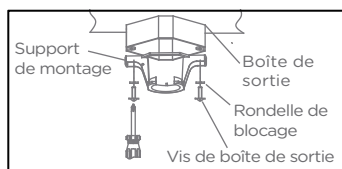

Fig. 6
- Fixez solidement le support de montage à une boîte de sortie marquée «Acceptable for Fan Support» à l'aide des vis de la boîte de sortie et des rondelles de blocage fournies avec la boîte de sortie (Fig. 6).